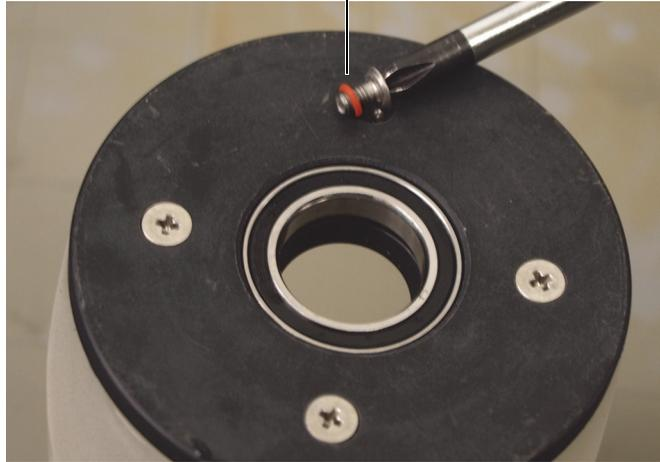

Abbildung 6-29 Befestigen des Flachflanschs mit den Bohrungen
- b) Setzen Sie die vier Schrauben mit den Dichtungsringen in den Flachflansch ein und ziehen Sie die Schrauben mit einem Kreuzschraubenzieher erst leicht, dann fest an (Abbildung 6-29 auf Seite 109).